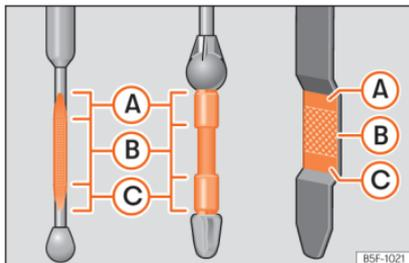

Fig. 242 Vareta de medição do nível de óleo.
- Em seguida, retire-a novamente e verifique o nível do óleo »» Fig. 242. Caso seja necessário, reponha óleo do motor.
- Quando o nível de óleo atingir pelo menos a zona »» Fig. 242 (B), enrosque a tampa do bocal de enchimento com cuidado »» !.
Se o nível do óleo se encontrar por cima da zona »» Fig. 242 (A), não ponha o motor em funcionamento. Pode causar danos no motor e no catalisador. Informe uma oficina especializada.
O nível do óleo não pode ultrapassar, em caso algum, a zona »» Fig. 242 (A). Caso contrário, poderia ser aspirado óleo pela ventilação do cárter da cambota e chegar à atmosfera através do sistema de escape.